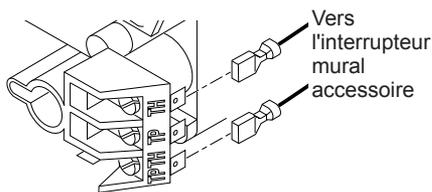

Figure 37 - Raccordement de l'interrupteur mural à la vanne de contrôle
1. Raccordez une borne du fil de 7,62 m (25 pi) pour l'interrupteur mural à la borne TPTH de la vanne. Raccordez la borne du fil restante à la borne TH de la vanne. Assurez-vous que les bornes sont bien positionnées sur l'appareil comme illustré à la figure 37. Si les fils ne sont pas raccordés comme illustré, l'interrupteur ne fonctionnera pas.